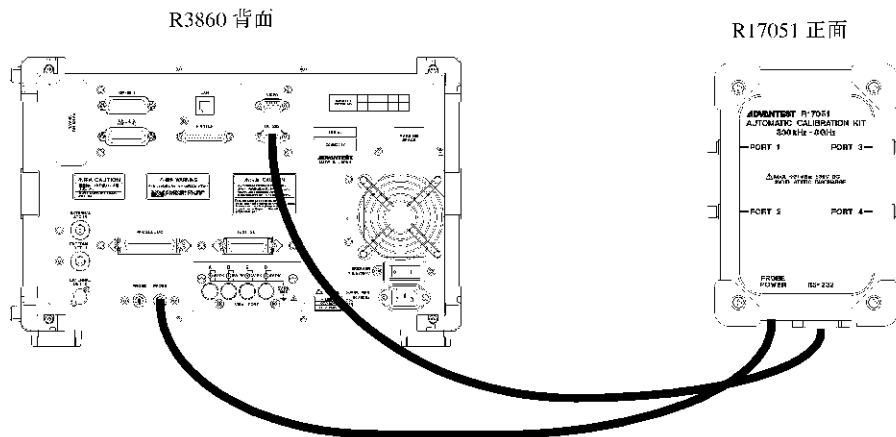

図 6-1 コントロール・ケーブルの接続
- ① 本器と RF コンポーネント・アナライザをコントロール・ケーブルで接続します。RF コンポーネント・アナライザ側の Probe POWER コネクタは 2 つあります。どちらに接続しても構いません (図 6-1 参照)。